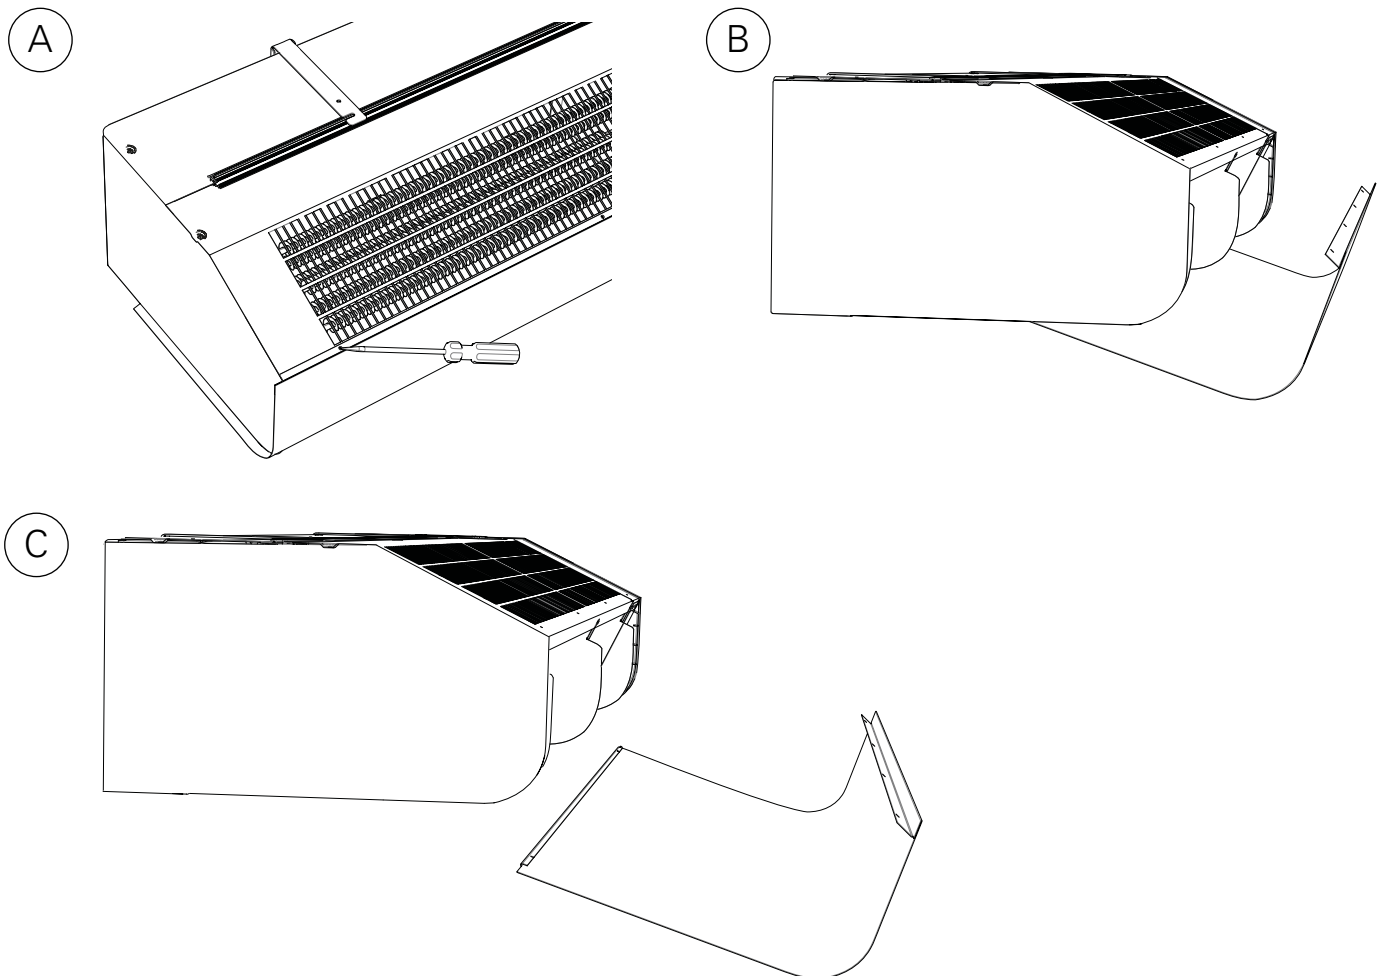

Fig. 3: Open the unit.
2. Frontluckan tas bort genom att ta bort skruvar på ovansidan och sedan lösgöra den bockade kanten längst ner. (Fig.3)